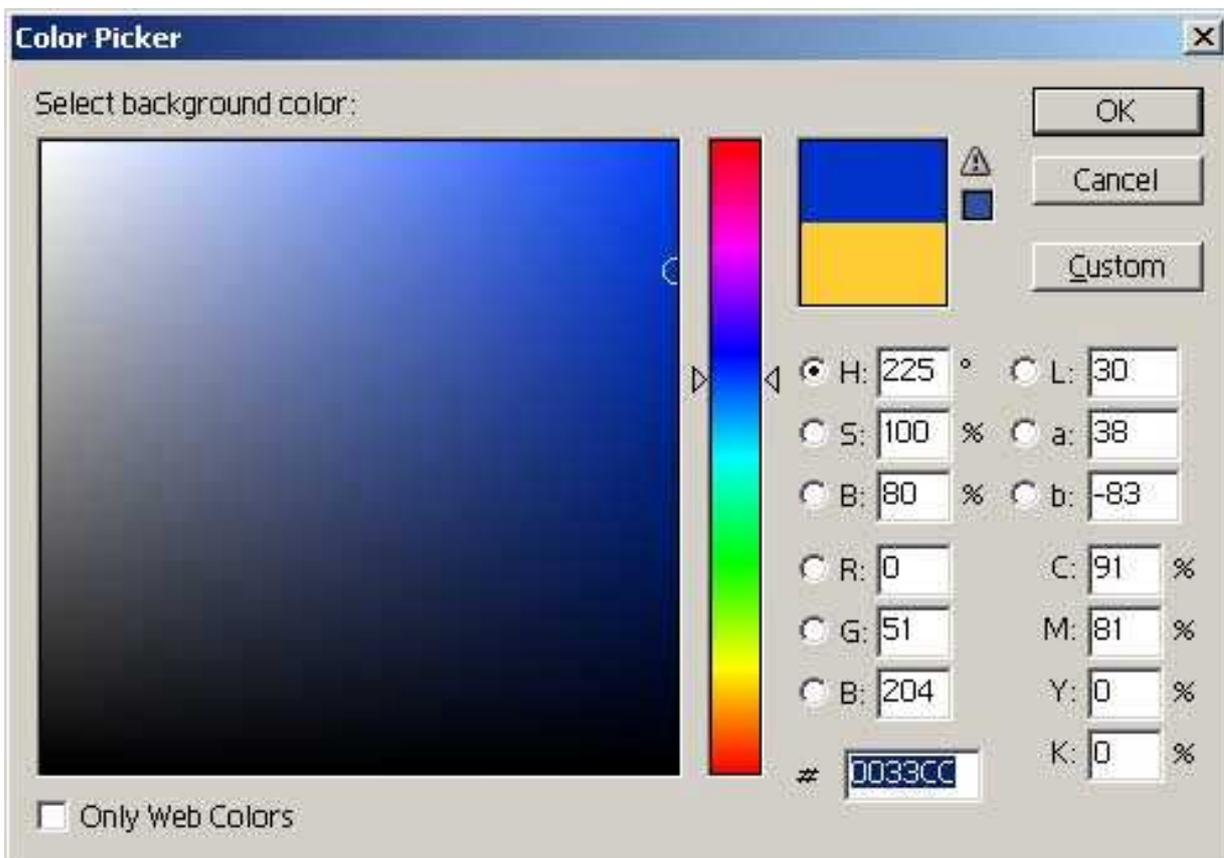

Рис.13. Панель Color Picker
3. В результате математических операций, получаем следующие параметры: 0 (255-255), 51 (255-204) и 204 (255-51). После перевода из десятичной системы в шестнадцатеричную имеем цвет **#0033CC** (*рис. 13*).